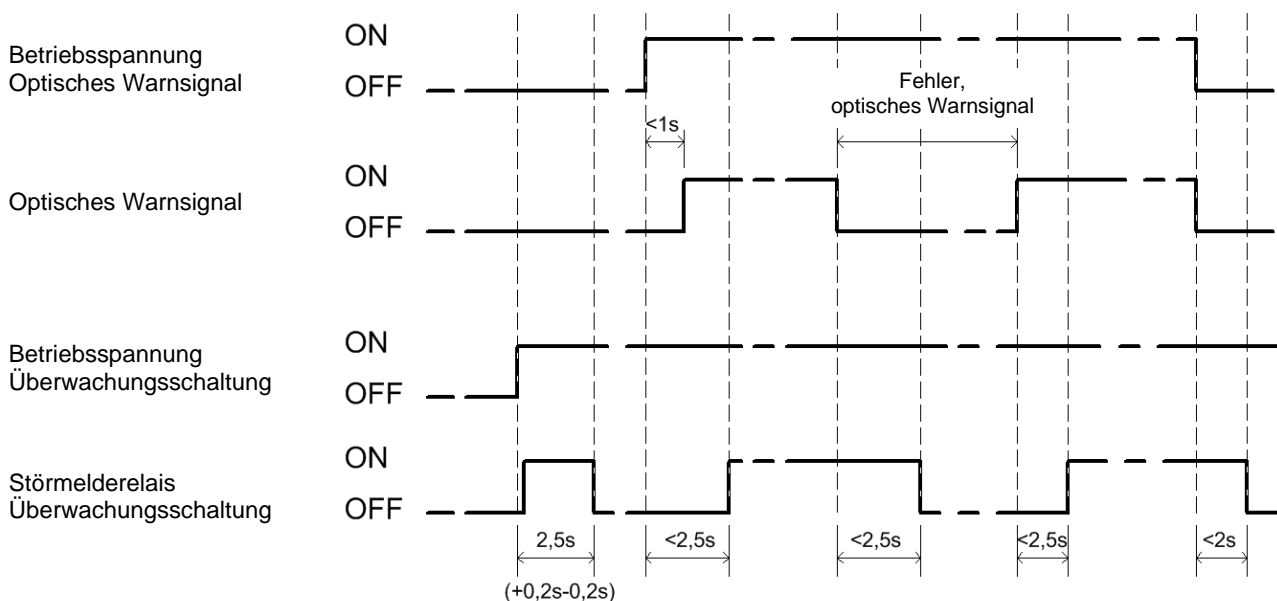

Abbildung 5 – Reaktionszeiten des Störmelderelais
Das erforderliche Steuer- und Leitsystem muss in der Lage sein, eine Fehleranalyse anhand des Störmeldeausgangs in Verbindung mit dem Betriebszustand der Blitzleuchte und der Überwachungsschaltung durchzuführen. Folgende Abhängigkeiten zwischen Betriebszustand und Störmeldeausgang sind dabei möglich. Bitte beachten Sie auch die möglichen Schaltzustände wie sie in der Abbildung 5 – Reaktionszeiten des Störmelderelais dargestellt sind.
- Ein Einschalten der Versorgungsspannung der Warnleuchte bei gleichzeitiger bestehender Versorgung der Überwachungsschaltung hat im fehlerfreien Zustand einen Wechsel der Relaiskontakte S1 und S2 zur Folge. Erfolgt der Wechsel nicht, so ist ein Fehler in der Warnleuchte, in der Überwachungsschaltung oder den Anschlussleitungen aufgetreten, siehe hierzu auch die zeitlichen Abhängigkeiten in Abbildung 5 – Reaktionszeiten des Störmelderelais. Dieses trifft ebenfalls auf das Ausschalten der Versorgungsspannungen der Warnleuchte und der Überwachungsschaltung zu.
Beide Teilsysteme, die Warnleuchte und die Überwachungsschaltung, haben getrennte Versorgungsanschlüsse. Damit ist eine Überprüfung der Funktion möglich und kann wie folgt ausgeführt werden (zeitliche Abhängigkeiten siehe Abbildung 5 – Reaktionszeiten des Störmelderelais):
Rückschlüsse, ob die Prozesssicherheitszeit eingehalten werden kann, können anhand des Funktions-Zeitdiagramms (Abbildung 5 – Reaktionszeiten des Störmelderelais) gewonnen werden. Hier sind die Reaktionszeiten für die Erzeugung des optischen Warnsignals und/oder des Schaltzustandes des Störmelderelais in Abhängigkeit vom Einschaltzeitpunkt der Betriebsspannungen dargestellt.